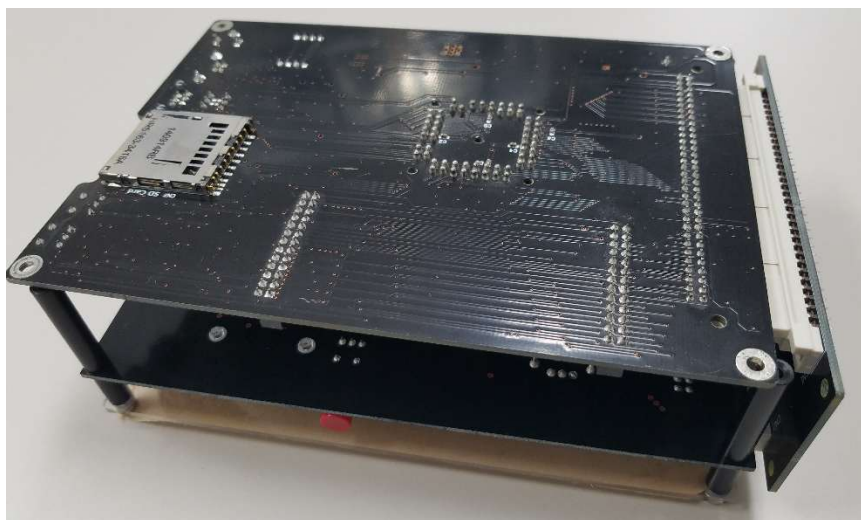

図 A2.2 マルチファンクションボードの取付け
- (2) マルチファンクションボードに、無線通信モジュール ZIG-100B を取り付け、スライドスイッチ SW4 を“ZIG-100B”側に設定してください。
(3) 図 A2.2 に示すように、お楽しみスティックコントローラ&スタックボードにマルチファンクションボードをスタックボードのコネクタに挿入してください。